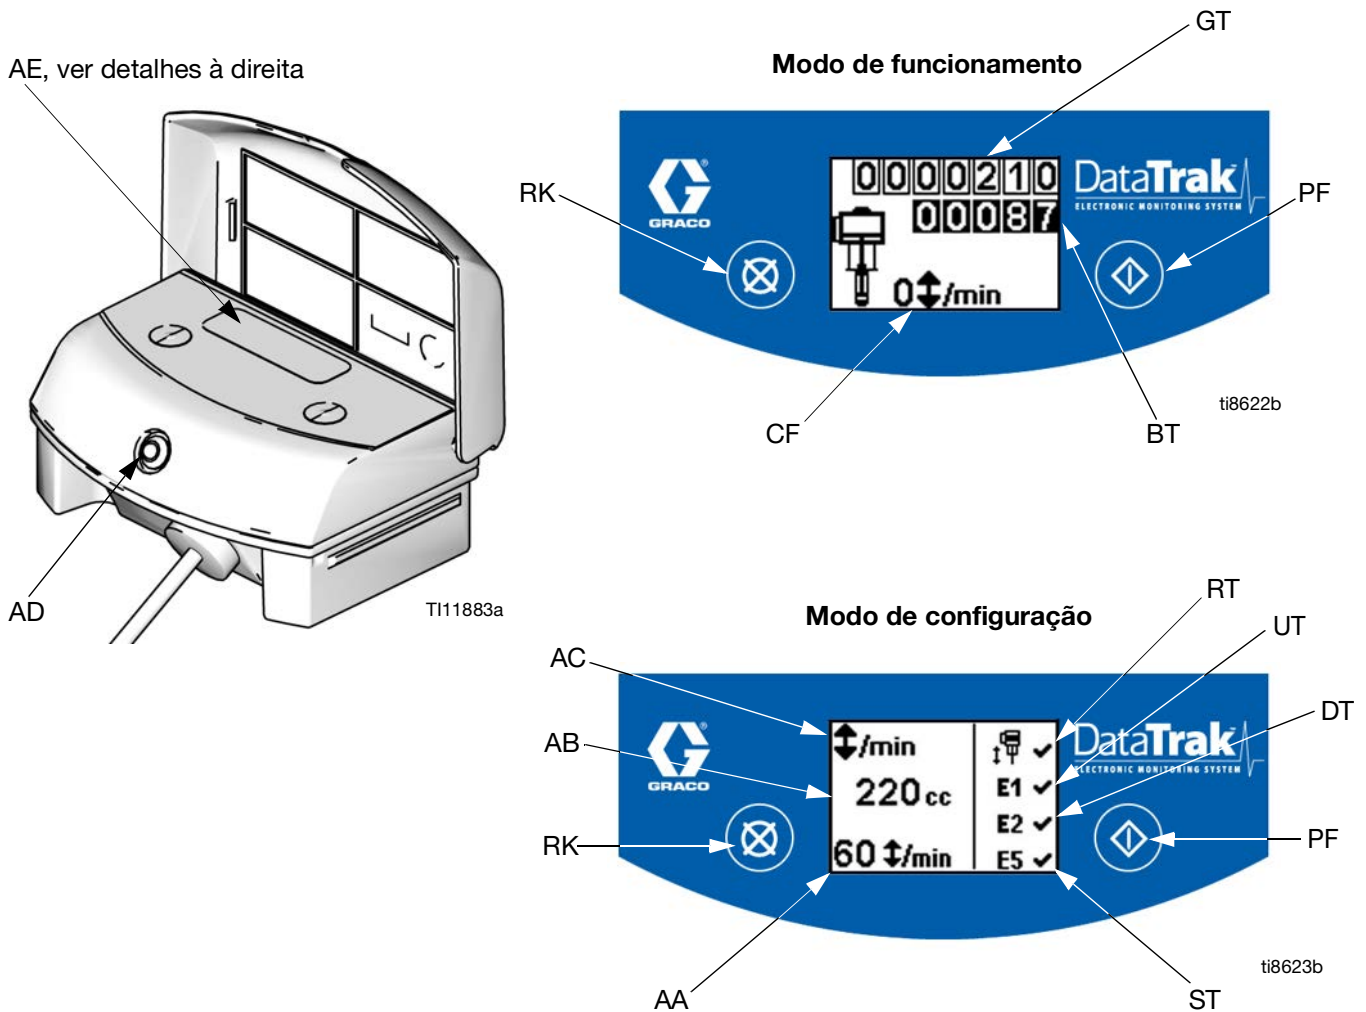

FIG. 7. Controlos e indicadores do DataTrak
## Legenda da FIG. 7
1. Consulte a FIG. 7. Premir continuamente  durante 5 segundos até aparecer o menu de configuração.
**NOTA:** No caso de desferragem, as opções de erro E1, E2 e E5 são ativadas e  aparecem no ecrã de configuração. Consulte a FIG. 7.
1. Consulte a FIG. 7. Se ocorrer uma desferragem da bomba, o solenoide de desferragem irá atuar, parando a bomba. O LED (AD) fica intermitente e o visor (AE) indica uma condição de desferragem (consulte Tabela 1). O visor irá percorrer seis ecrãs de instruções.
2. Visores de desferragem 1 e 2: Para reiniciar o solenoide de desferragem, fechar a válvula pneumática principal (E). Aguarde até que o ar seja completamente purgado para fora do motor pneumático.
3. Visores de desferragem 3 e 4: Após o ar ter saído para fora, pressione o botão de libertação do solenoide (J) para baixo de forma a reajustar a válvula de ar. O botão sairá novamente para fora quando a válvula pneumática estiver novamente pressurizada.
5. Abrir a válvula pneumática principal (E) para reiniciar a bomba.
**NOTA:** Para desativar a monitorização de desferragem, aceda ao modo de configuração e defina o valor de desferragem para 0 (zero) ou desative (RT)  (consulte a FIG. 7).
1. Consulte a FIG. 7. Para aceder ao modo de escovar/lavar, prima qualquer tecla para ativar o visor e, em seguida, prima . Aparece o símbolo de escovar/lavar no visor e o LED fica
2. Quando o modo de escovar/lavar está ativado, a proteção em caso de desferragem é desativada e o totalizador de lote (BT) não conta. O totalizador geral (GT) continua a contar.
Consulte a FIG. 7. O último algarismo do totalizador de lote (BT) representa as décimas partes de galões ou de litros. Para reiniciar o totalizador, premir qualquer tecla para ativar o visor e, em seguida, manter  premida durante 3 segundos.
Consulte a FIG. 7. Em modo de funcionamento, o visor (AE) desliga-se após 1 minuto de inatividade ou após 3 minutos no caso do modo de configuração. Prima qualquer tecla para ativar o visor.
**NOTA:** O visor (AE) pode desligar-se se o DataTrak sofrer uma descarga intensa de electricidade estática. Prima qualquer tecla para ativar o visor.
O DataTrak consegue diagnosticar diferentes problemas da bomba. Quando o monitor deteta um problema, o LED (AD, FIG. 7) fica intermitente e aparece um código de diagnóstico no visor. Consulte a Tabela 1.